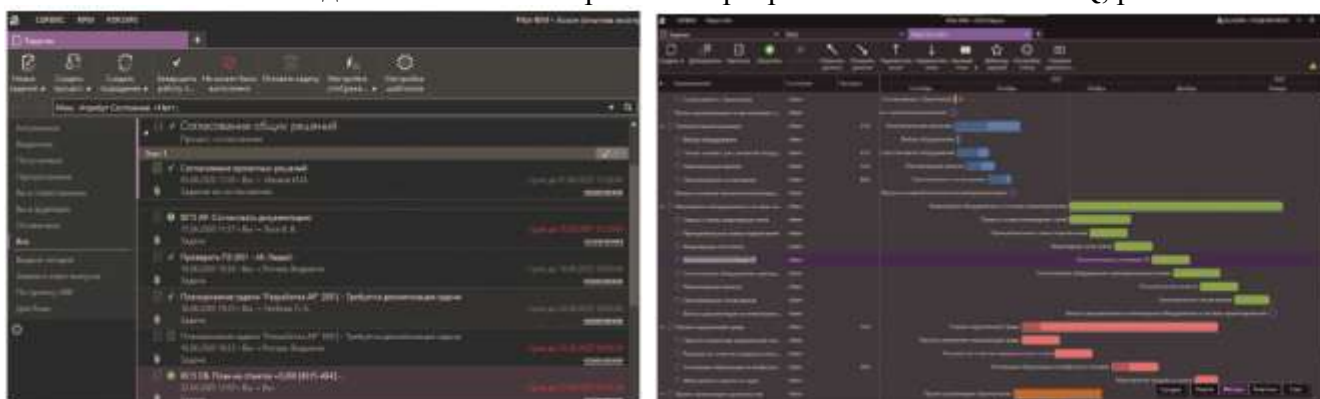

Рисунок 1.2 – Журнал заданий и процессов
3. Расписать задачи выполнения проекта в программе Pilot Bim – TASQ, рис.1.2.